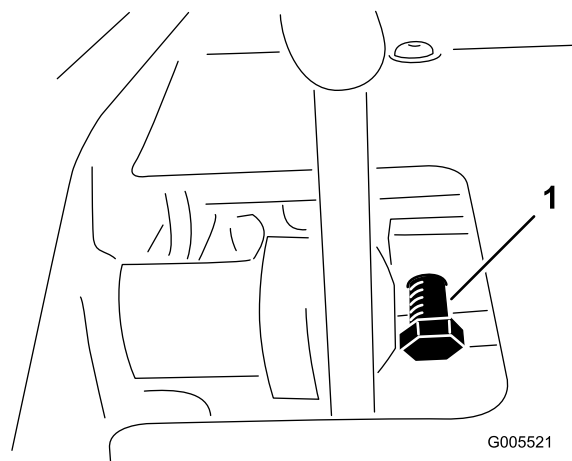

Figura 54
1. Liberte a porca de segurança do parafuso de bloqueio do pedal (Figura 54).